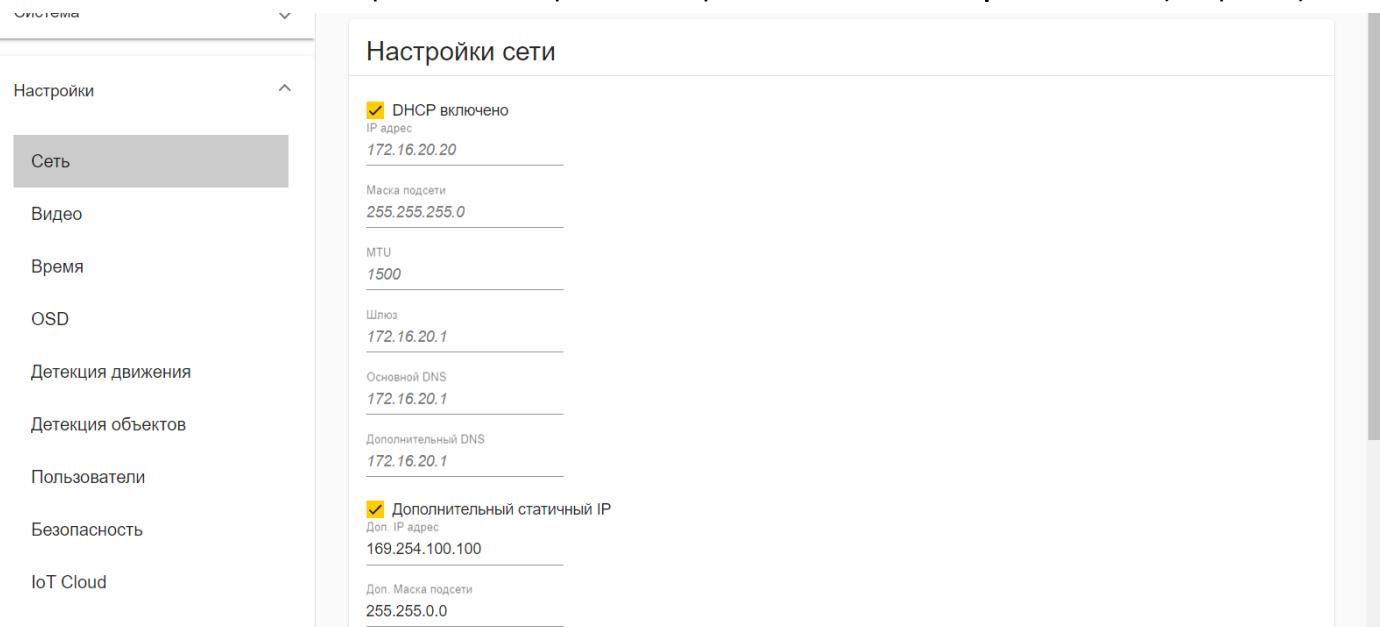

Рис. 7 – Подраздел меню **Настройка сети**
3.2.6. Для изменения настроек сети перейдите в раздел **Сеть > Настройка сети**. (см. рис. 7).